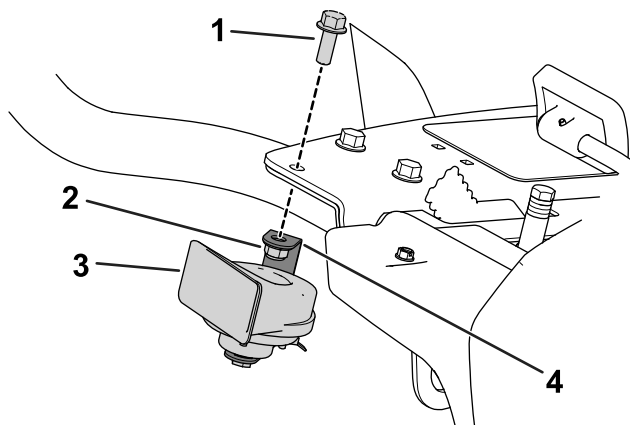

Figura 9
2. Utilizzate un bullone a testa esagonale ($\frac{3}{8}$ " x 1") e un dado flangiato ($\frac{3}{8}$ ") per fissare l'avvisatore acustico e la relativa staffa alla staffa del pianale di destra (Figura 9).